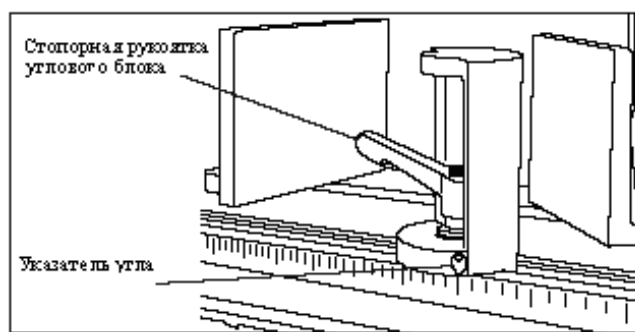

Рисунок 7: Устанавливающий угол блок
2. Поверните стопорную рукоятку на круглом, устанавливающем угол блоке против часовой стрелки, чтобы освободить блок. Продвиньте блок так, чтобы указатель на блоке совпадал с нужным углом (см. *рисунок 7*). Затяните стопорную рукоятку, чтобы установить угол.